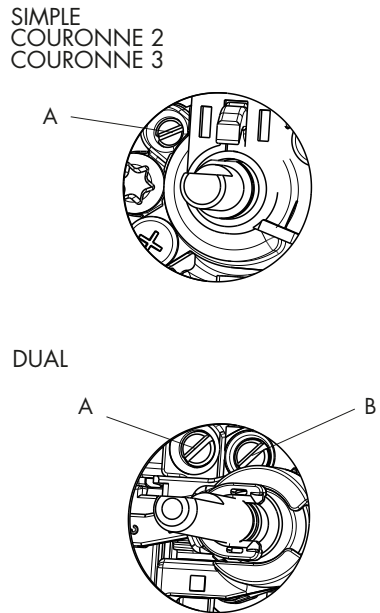

Fig 8
- pour le réglage au minimum, tournez à l'aide d'un tournevis approprié la vis dans l'axe du robinet (Fig. 8) après avoir placé le robinet sur la position du minimum. Pour GPL (butane / propane) serrez à fond.